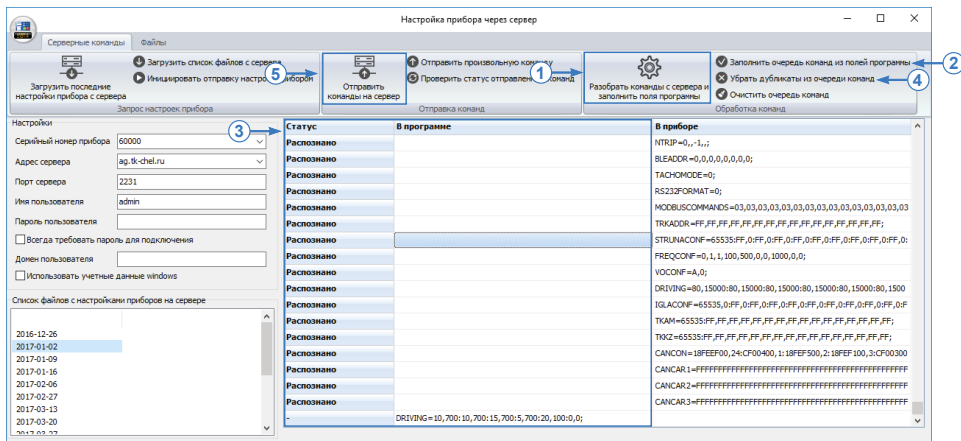

Рис.108. Отправка списка команд.
- нажать кнопку «Разобрать команды с сервера...», чтобы в полях программы появились актуальные настройки прибора (Рис.108, п.1). Данная операция занимает некоторое время;
- нажать кнопку «Заполнить очередь команд из полей программы» (Рис.108, п.2) для того, чтобы сформировать команды удаленной настройки на основе параметров, заданных в
программе «AG.GSMConf». В результате программа сформирует команды для установки всех параметров прибора и отобразит их в столбце «В программе» (Рис.108, п.3); Данный список команд может быть изменен перед отправкой. Двойное нажатие левой кнопки мыши на строке с командой разрешает редактирование этой команды. Это позволяет удалить полностью команду или изменить некоторые параметры;
- нажать кнопку «Убрать дубликаты из очереди команд» (Рис.108, п.4) для того чтобы удалить из очереди команды, которые содержит такие же настройки, что и установленные в устройстве. Сравнение команд осуществляется по ранее запрошенным настройкам. Если настройка на отправку и настройка в приборе совпадают, то команда будет исключена из очереди;
- нажать кнопку «Отправить команды на сервер» (Рис.108, п.5);